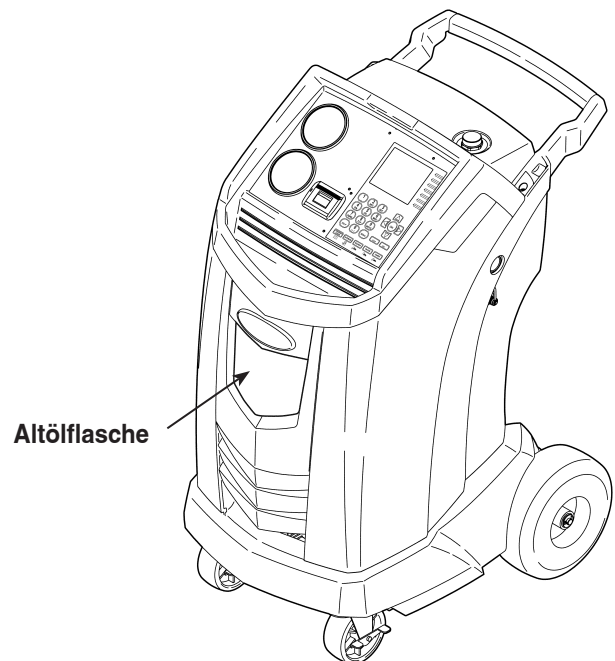

Abbildung 10
3. Die Altölfflasche vom Robinair-Gerät entfernen (siehe Abbildung 10). Die Altölfflasche entleeren und das abgelassene Altöl den gesetzlichen Vorschriften entsprechend entsorgen.